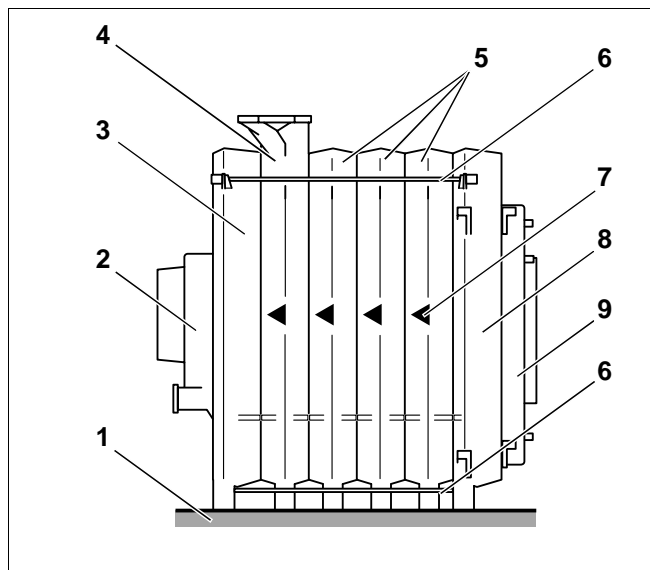

Fig. 5 Kedelblok
Det er en fordel at opstille kedlen på et 5-10 cm højt fundament (Fig. 5, **pos. 1**). Fundamentet skal være fuldstændig jævnt og vandret. Kedlens forkant bør flugte med fundamentets kant.
Samlingen af kedelkroppen foregår altid bagfra og fremad, idet man starter med det bageste element (Fig. 5, **pos. 3**). Det forreste element (Fig. 5, **pos. 8**) skal altid monteres sidst.
Når elementerne samles, skal du være opmærksom på retningspilene (Fig. 5, **pos. 7**) og positionen for mellemelementet med øverste fremløbstilslutning (Fig. 5, **pos. 4**), og monteringen skal ske i henhold til nedenstående anvisninger og illustrationer!
Forklaring (Fig. 5):